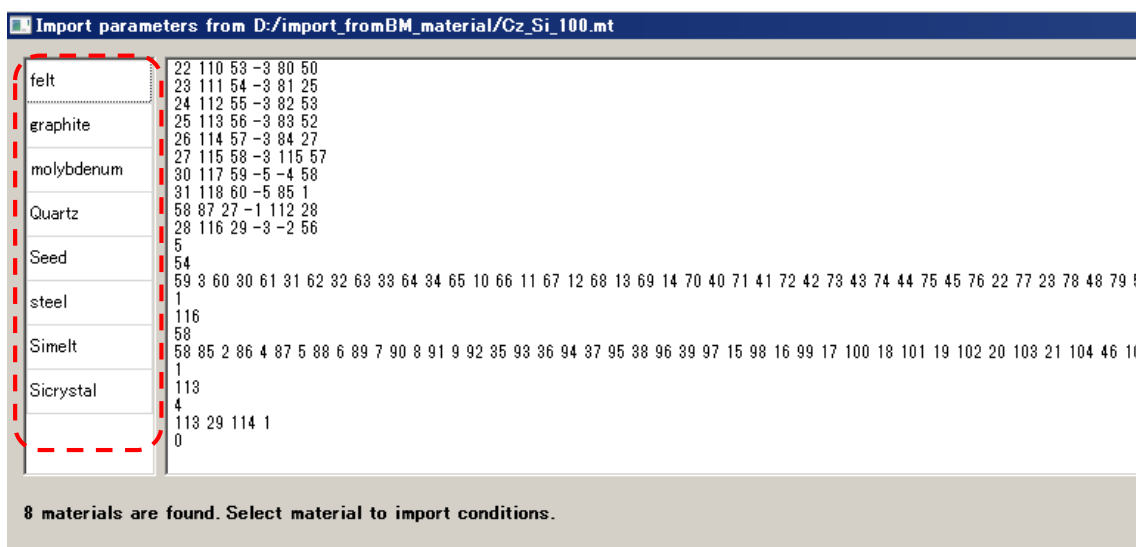

図 2. Basic Module からの材料物性インポート画面
- 材料物性インポート機能の改良 (BM 材料のインポート) (図 2)